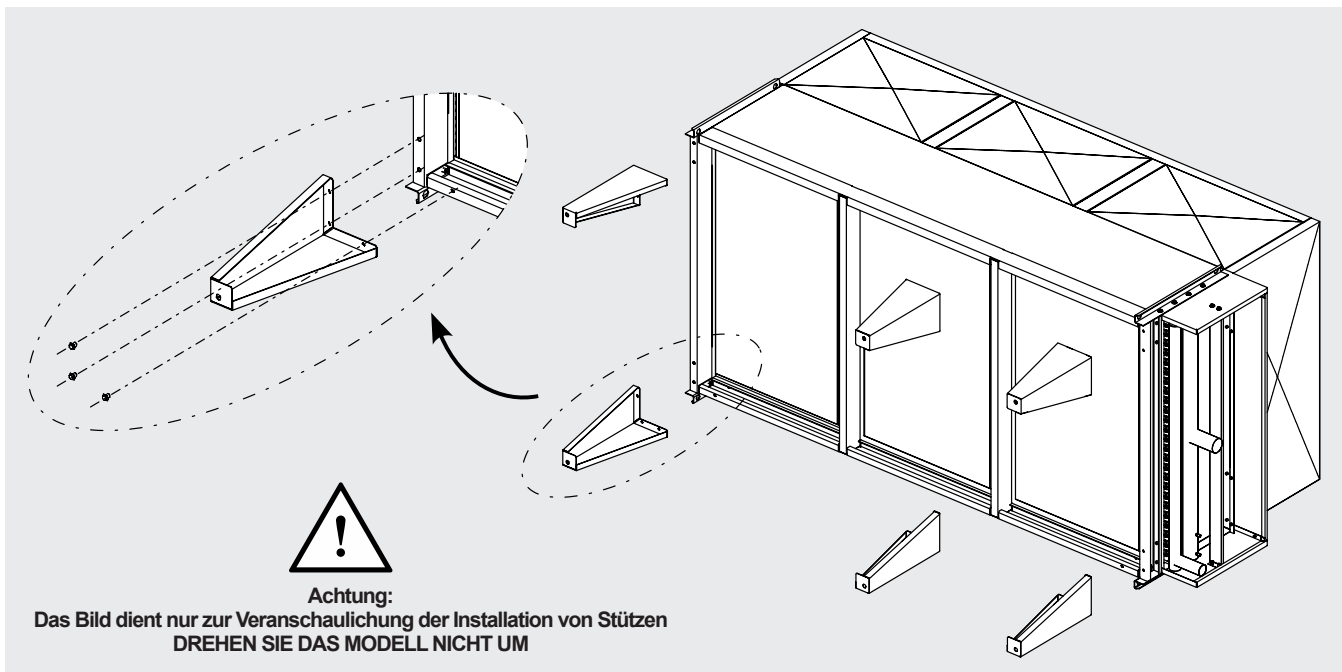

Abbildung 4
- 5.11.5 Die mitgelieferten Halterungen mit den entsprechenden Schrauben und Unterlegscheiben montieren. Jede Halterung muss mit 3 Schrauben M8x20 und 3 gerillten konischen Unterlegscheiben M8, Außen-Ø 18 mm befestigt werden. Siehe Abbildung 4.